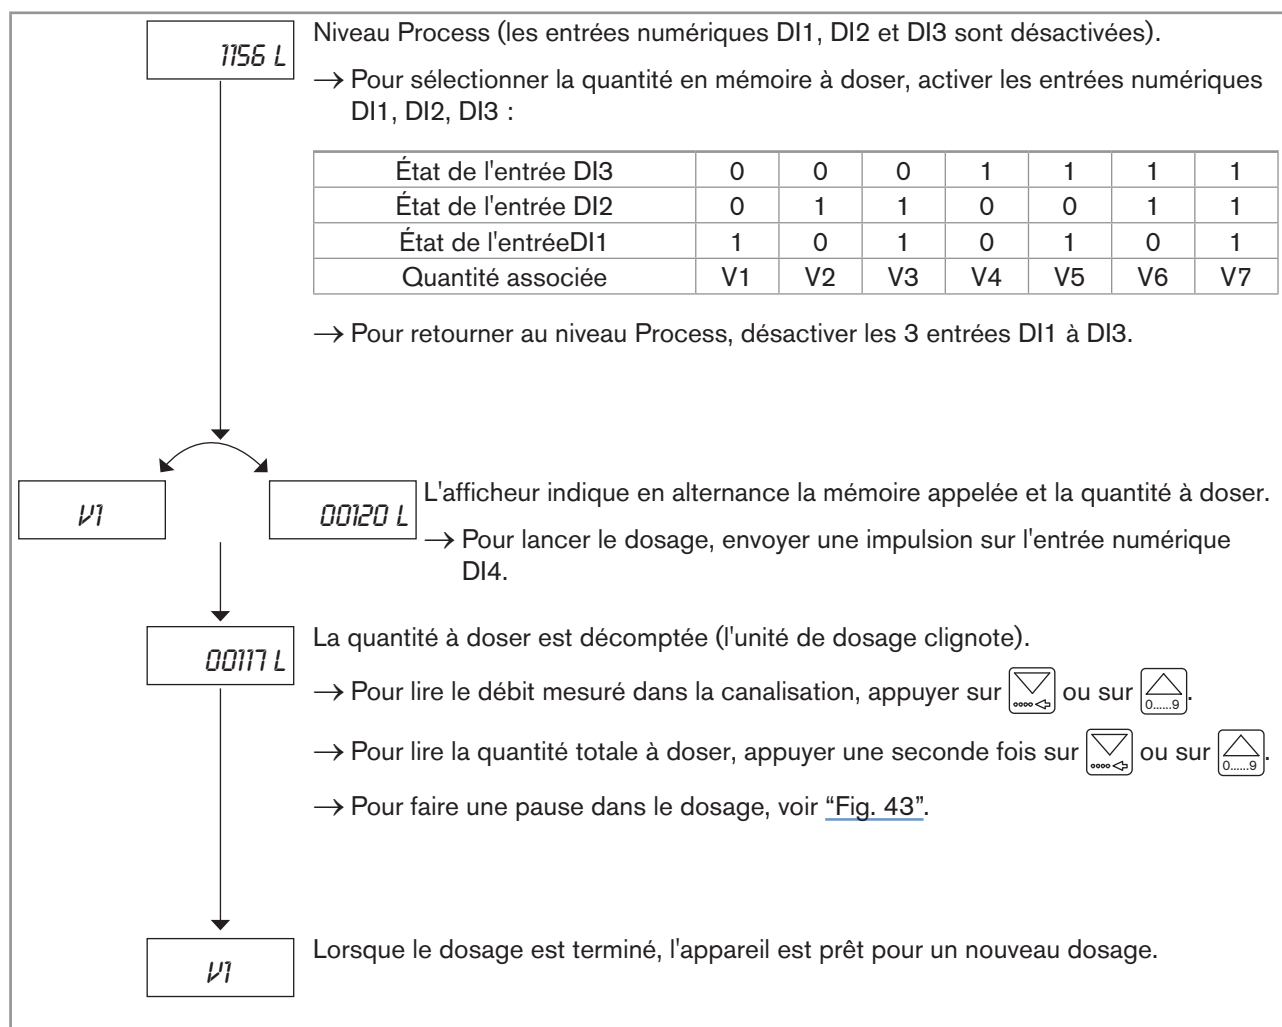

Fig. 42 : Réaliser un dosage d'une quantité en mémoire, en mode de dosage "EXT. MEM."
→ Réaliser le dosage comme indiqué dans la "Fig. 42".
- les entrées numériques DI1 à DI3 permettent de sélectionner l'une des 7 quantités à doser, saisies dans la mémoire de l'appareil (voir "Fig. 42", chap. "9.6.3"). Si les 7 quantités ne sont pas toutes utilisées, ne relier que les entrées nécessaires. Lorsqu'un dosage est mis en pause, les entrées numériques permettent également de naviguer dans le menu de pause, entre la fonction "CONTINU" et la fonction "RESET". Si la quantité à doser est sélectionnée via les touches de navigation et qu'aucun dosage ne sera annulé à distance, les entrées DI1 à DI3 peuvent ne pas être raccordées.